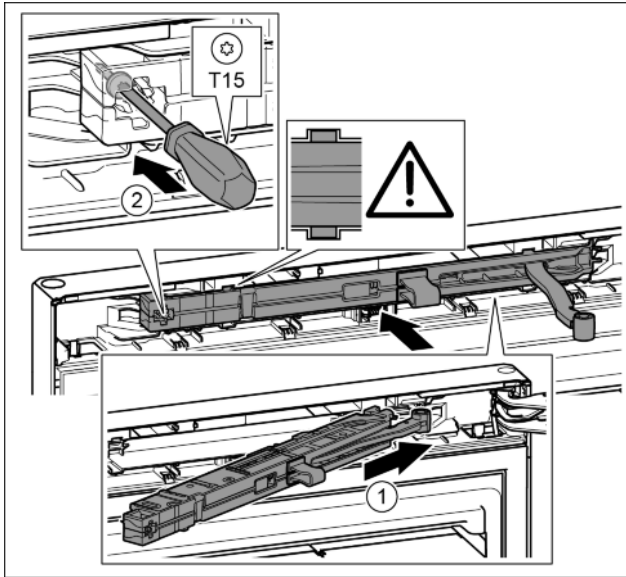

Fig. 41
- ▶ Schließdämpfereinheit auf der Lagerbockseite bis zum Anschlag schräg in die Aussparung einschieben. *Fig. 41 (1)*
- ▶ Schraube mit einem Schraubendreher T15 festschrauben. *Fig. 41 (2)*